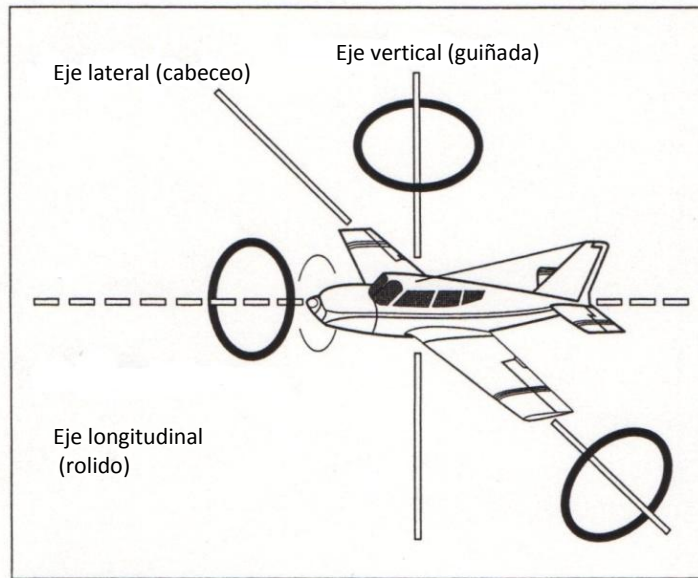

Figura 1-7. Ejes de rotación.
6.- El avión tiene tres ejes de rotación. Siempre que el avión cambia de actitud en vuelo (con respecto a la tierra u otro objeto fijo), este rotará alrededor de uno o más de sus tres ejes. Estos ejes se denominan: eje longitudinal, eje lateral y eje vertical. Los tres ejes se interceptan en el centro de gravedad (CG) y cada uno es perpendicular a los otros dos (ver figura 1-7).